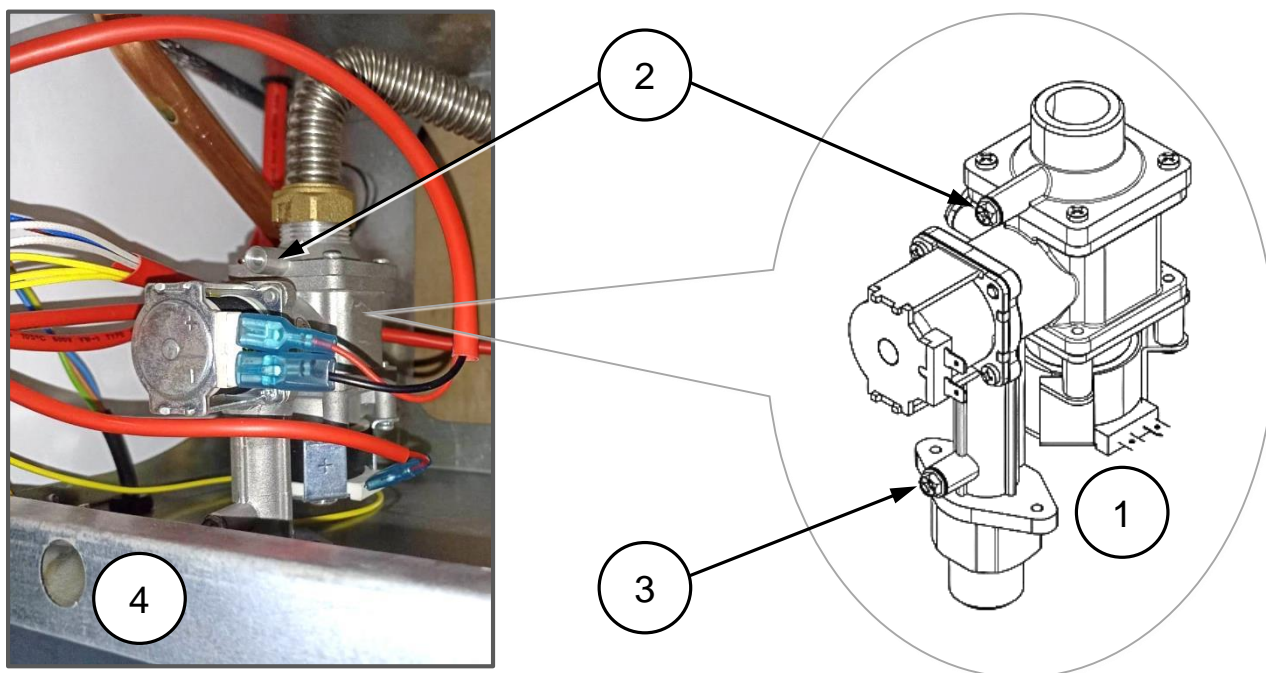

Рис. 8 Настройка давления газа
3. Выкрутить винт-заглушку (См. Рис.8) из штуцера замера давления подачи газа на горелку.